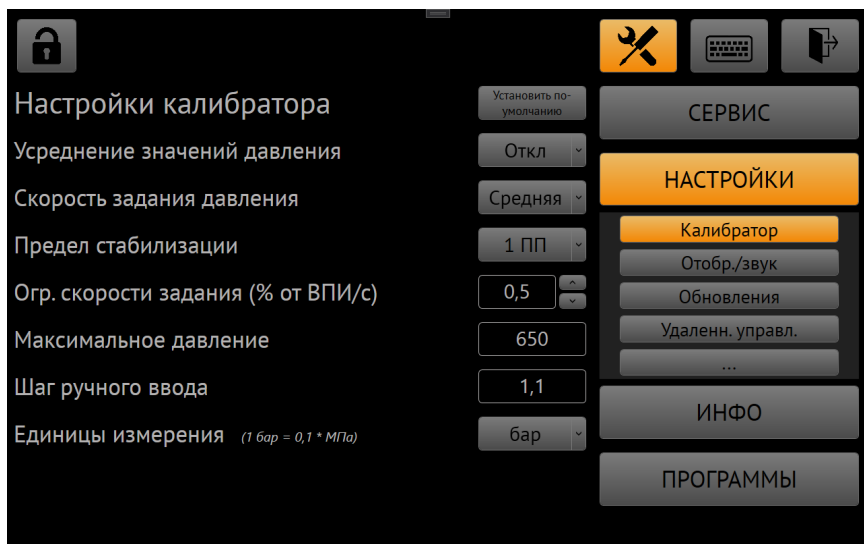

Рис. 15. Настройки калибратора
7.9.1 Пункт **Калибратор** — различные настройки работы калибратора (Рис. 15).